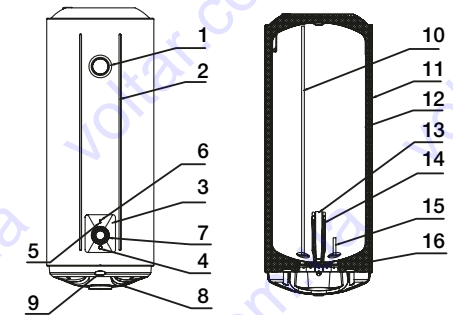

Рис. 1
1. Водонагреватели этой серии оснащены одним электрическим нагревательным элементом и могут работать в режиме полной или половинной мощности соответственно 1500 Вт или 750 Вт (водонагреватели емкостью 150 л в режиме мощности 2400 Вт или 1200 Вт). После подключения к источнику питания начнется нагрев в режиме 750 Вт (1200 Вт). Когда горит индикатор «Full power», значит включен режим полной мощности. Режим мощности регулируется нажатием кнопки «P» (рис. 1, п.4), одновременно будут гореть лампочка нагрева (рис. 1, п.5) и индикатор полной мощности (рис. 1, п.6).
полной мощности. С помощью ручки регулятора нагрева (рис. 1, п 7) установите требуемый уровень нагрева воды в диапазоне от min до max. Степень нагрева воды будет отображаться на шкале термометра (рис. 1, п 1). Режим «ECO» - экономичный режим, на шкале нагрева соответствует температуре 50-55°C. Нагрев воды отключается автоматически и включается для подогрева автоматически.